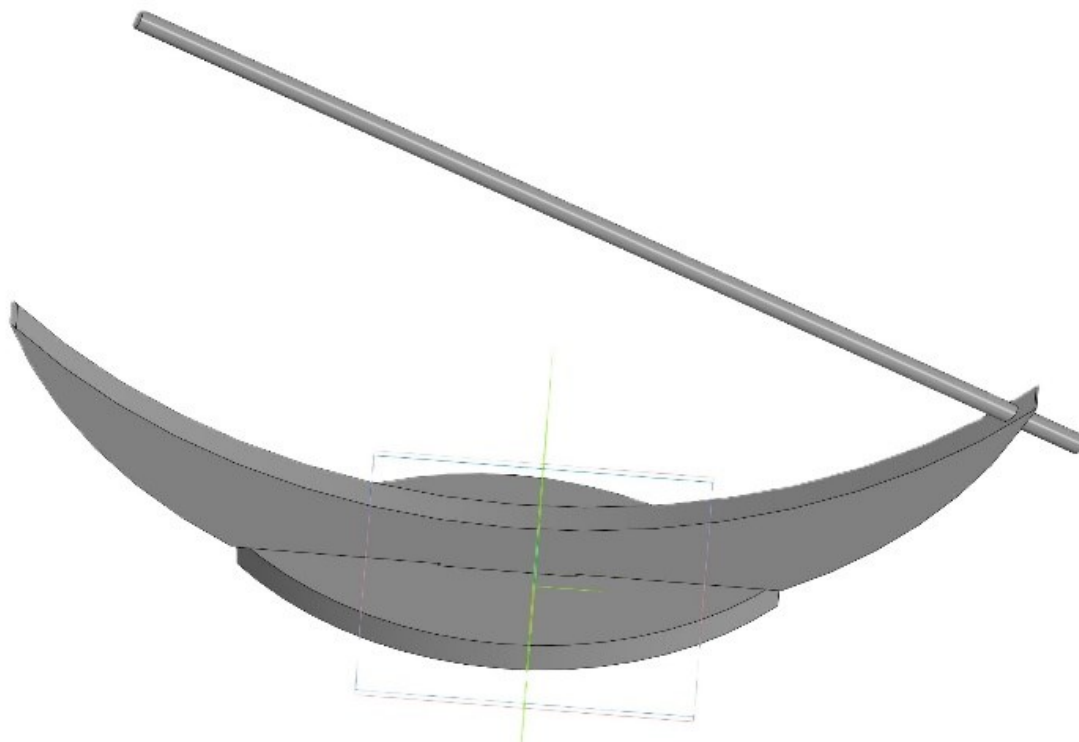

Рис. 1. Образец подставки
1. По указанным данным, разработайте эскиз, технологическую карту и изготовьте подставку-кораблик для палочек-благовоний (Рис. 1).